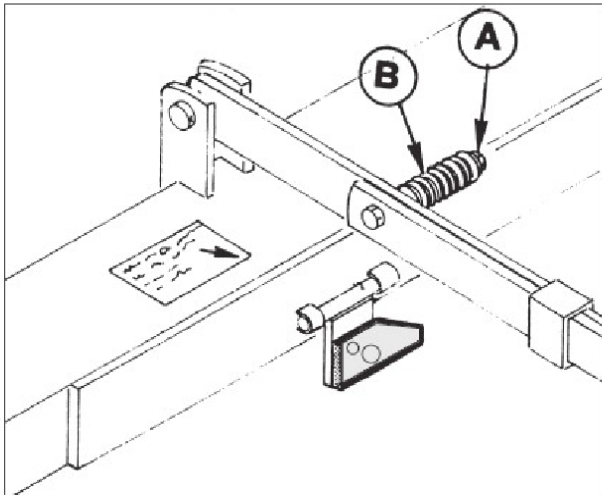

FIG. 5.1
La falciatrice è dotata di un sistema di sicurezza contro gli ostacoli. In caso di sgancio a causa di un urto, arrestarsi senza sollevare la barra, spegnere il trattore mantenendolo ben fermo e controllare che l'albero cardanico non sia sfilato, altrimenti rimetterlo a posto. Fare retromarcia fino a che il tirante di sicurezza si riagganci. Se il tirante si dovesse sganciare con troppa facilità, regolare la molla (B) tramite il dado (A) (Fig. 5.1) stringendo di mezzo giro alla volta.
Sickle bar mower is protected with a safety release mechanism. If an obstruction is hit the cutter bar will swing back. Stop tractor and do not raise sickle bar. Turn off tractor engine and make sure that P.T.O. shaft is not disengaged, if so, engage P.T.O. shaft in correct position. To reset safety release back up tractor until latch returns to its normal position. If safety release latch breaks away too often adjust spring "B" using nut "A" (see Figure 5.1) and tighten half turn at the time.
La cortadora está dotada de un sistema de seguridad contra los obstáculos. Si se desengancha tras un choque, detenerse sin levantar la barra, desconectar el motor del tractor manteniéndolo firme, y controlar que el árbol Cardán no se haya salido de su lugar. En ese caso, volver a ajustarlo. Hacer marcha atrás hasta que el tirante de seguridad se vuelve a enganchar. Si el tirante se desengancha demasiado fácilmente, regular el resorte (B) por medio de la tuerca (A) (Fig. 5.1), dándole no más de media vuelta por vez.
La faucheuse est dotée d'un système de sécurité contre les obstacles. En cas de décrochage provoqué par un choc, s'arrêter sans soulever la barre, éteindre le tracteur en le maintenant bien arrêté et contrôler que l'arbre cardan ne soit pas sorti, autrement le remettre en place. Faire marche arrière jusqu'à ce que le tirant de sécurité se raccroche. Si le tirant devait se décrocher avec trop de facilité, régler le ressort (B) avec l'écrou (A) (Fig. 5.1) en le serrant d'un demi tour à chaque fois.